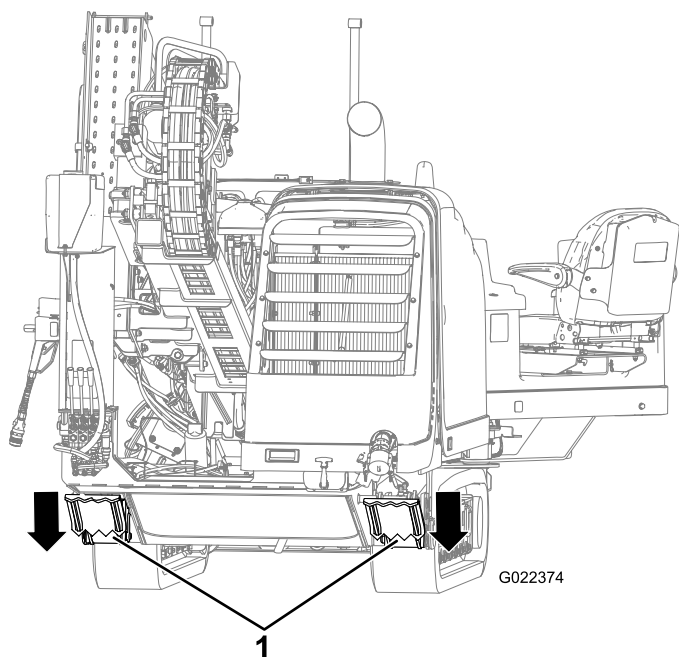

Figure 81
10. Abaissez les stabilisateurs arrière jusqu'à ce qu'ils soient bien en appui sur le sol, ou jusqu'à ce que l'angle de pénétration voulu soit obtenu (Figure 81).